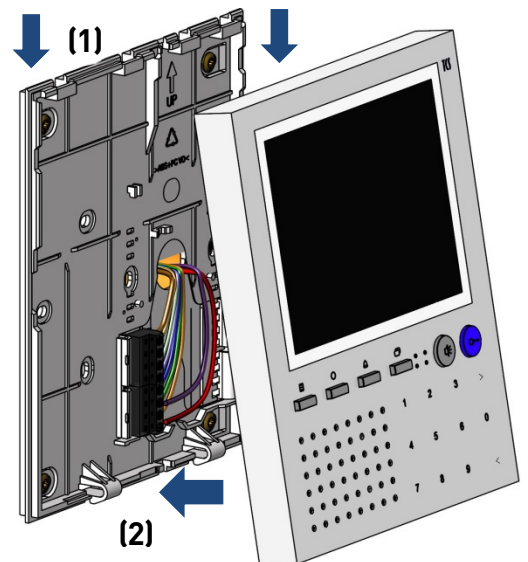

Abb. 5: Oberschale aufrasten
- ▶ Setzen Sie die Oberschale auf die 4 Rastwinkel der Unterschale auf (1)(Abb. 5).
- ▶ Rasten Sie die Oberschale unten mit leichtem Druck ein (2).